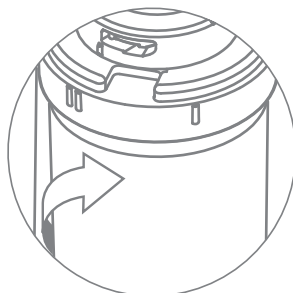
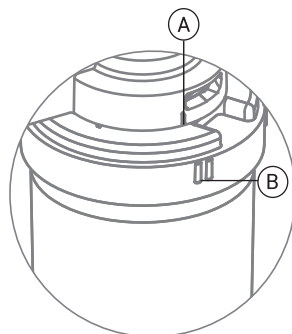

Рис. 5
Рис. 6
5. Поверните картридж по стрелке до щелчка, как показано на рис.5, чтобы совпали метка «I» (А) на скобе и метка «II» (В) на картридже (рис. 6).